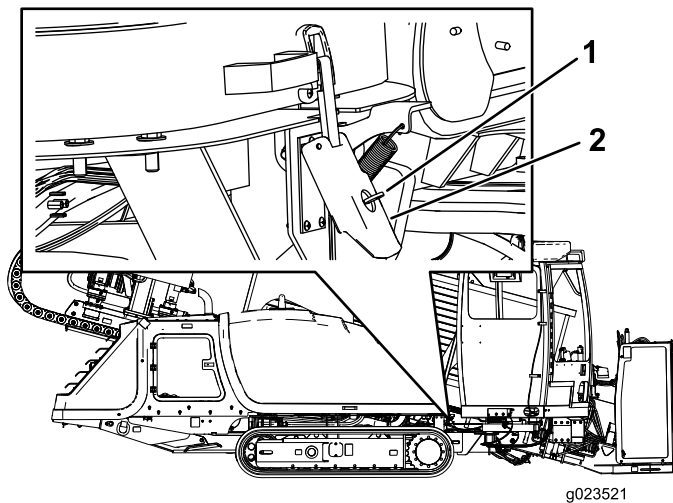

Bild 66
2. Heben Sie den Riegel an, wie in Bild 66 abgebildet.
Hinweis: Stellen Sie sicher, dass der Schlüssel in der OFFEN-Stellung (horizontal) ist, wie in Bild 66 abgebildet.